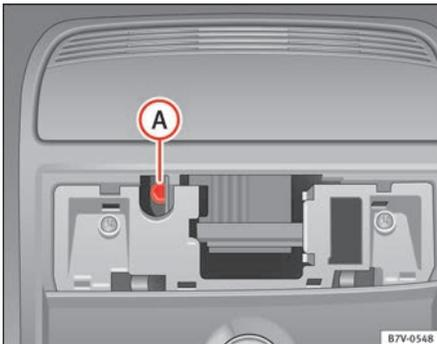

Abb. 194 Innensechskantschraube zum Schließen des Panorama-Schiebedachs.
- Handelsüblichen Innensechskantschlüssel¹⁾ der Größe 4 mm in die Innensechskantschraube stecken ⇒ Abb. 194 **A**.